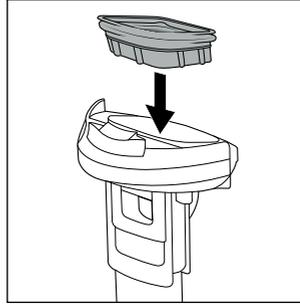

Fig. 28
- ◆ Cuando las piezas estén secas, vuelva a montar el filtro **10** en la tapa del depósito de agua sucia **9** (consulte la fig. 28).